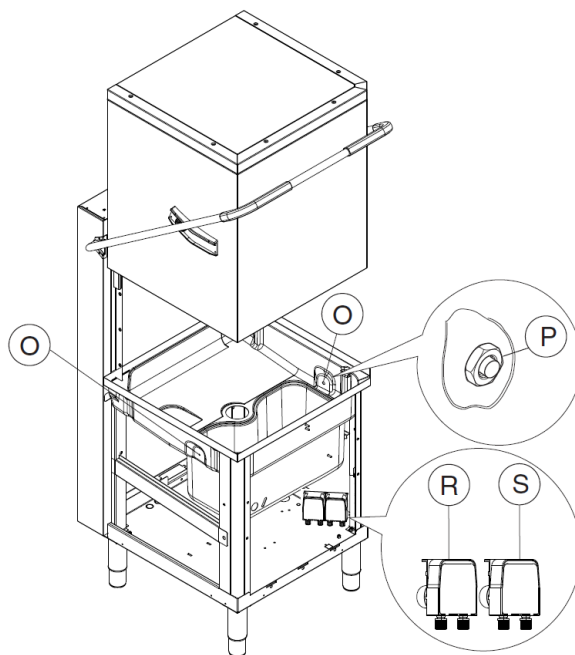

Рис. 19 – Автоматический дозатор порошкового моющего средства
**Точка подключения автоматического дозатора порошкового моющего средства (рис. 19).**